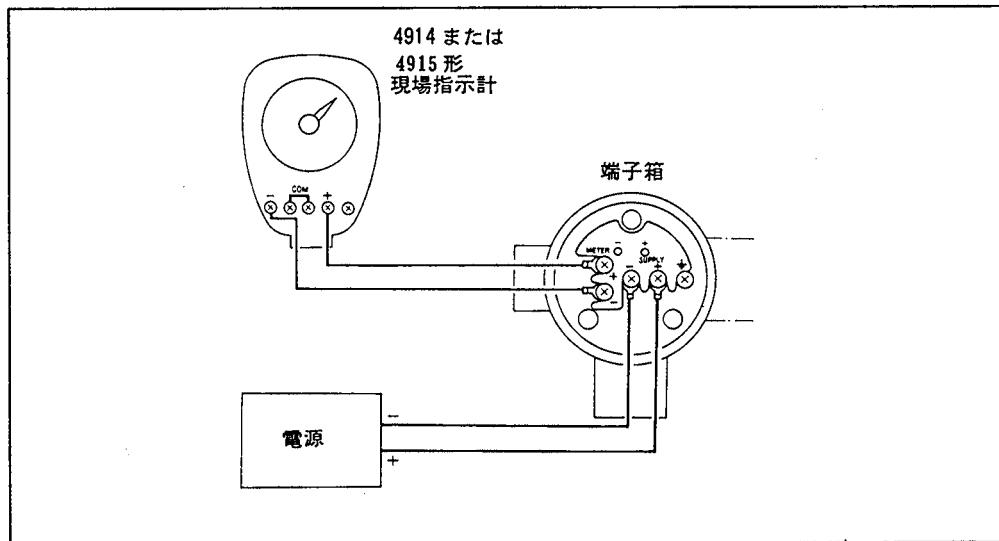

図4.9 現場指示計の接続(1)
- (3) メータ接続端子の+と-を短絡しているジャンパを取りはずし図4.9のように配線します。